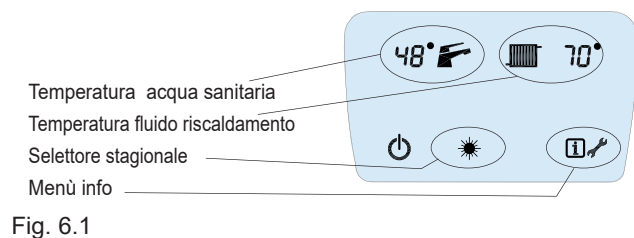

Fig. 6.1
- Al simbolo di accesso al menù attesa/spagnimento (fig. 6.1)